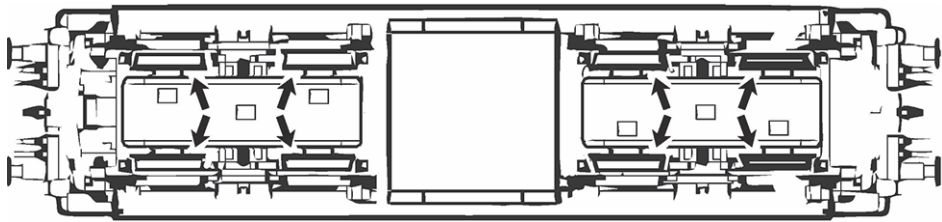

Fig. 7
**Mehrzugbetrieb:** Zuerst Lokgehäuse abnehmen (Fig. 4). Danach den Brückenstecker aus der Schnittstelle entfernen (diesen sorgsam aufbewahren). Danach den Stecker des Dekoders lage-richtig einsetzen (Fig. 7).
**Running in digital mode:** Remove the jumper from the interface. Finally put the plug of the decoder into the interface as shown in fig. 7.
**Exploitation en télécommande multi-trains:** Enlevez la fiche de shuntage de l'interface (à conserver!) et enfichez finalement la fiche du module de décodeur aux prises de l'interface. Veuillez à la position correcte de la fiche (fig. 7).